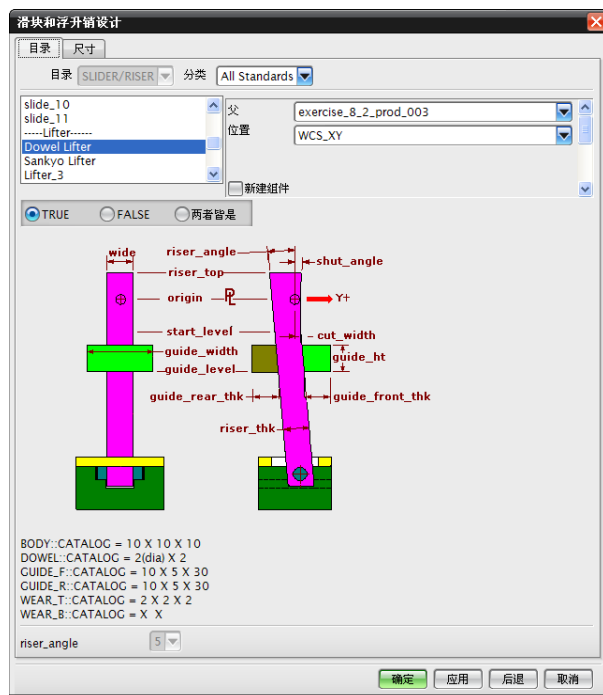
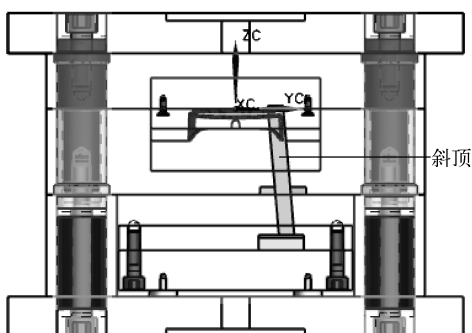

图 8-90 【滑块和浮升销设计】对话框
图 8-93 加载斜顶标准抽芯组件
(1) 在【注塑模向导】工具栏中单击【滑块和浮升销库】按钮，打开如图 8-90 所示的【滑块和浮升销设计】对话框，在对话框中选择“Dowel Lifter”斜顶标准抽芯组件，然后定义 WCS 的方位。
(4) 在如图 8-90 所示的【滑块和浮升销设计】对话框中单击【确定】按钮，系统加载“Dowel Lifter”斜顶标准抽芯组件，如图 8-93 所示。